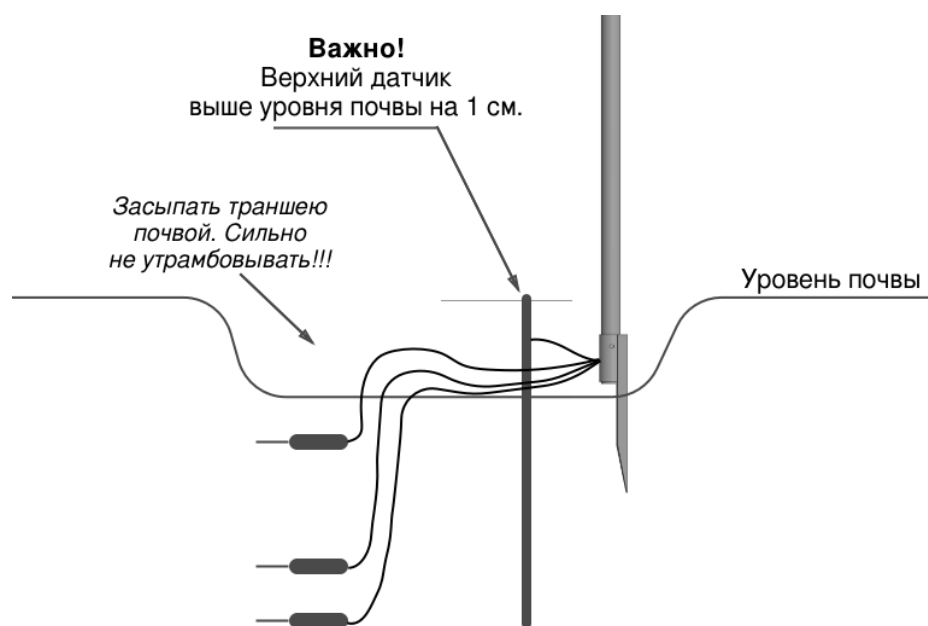

Рисунок 6 – установка температурной линейки.
6.10 В конце устанавливают температурную линейку (рисунок 6). Для этого вблизи мачты с помощью бура 16-18 мм и шуруповерта сверлят отверстие на глубину бура (порядка 60 см). Линейку свободно, **без усилий и изгибов**, помещают в отверстие так, чтобы линейка была вровень с почвой, либо немного выступала из почвы (не более 1 см). Это уровень, на котором будут осуществляться наблюдения за температурой поверхности почвы (уровень 0 см.)